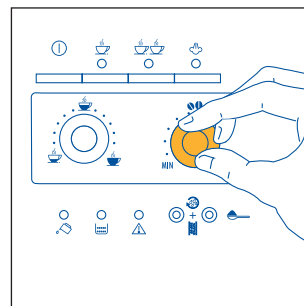
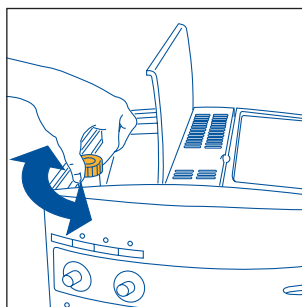

Fig.7
Fig. 17
- 2) Regolare la manopola di destra (fig.7) per impostare il gusto desiderato del caffè. Più si ruota in senso orario e maggiore sarà la quantità di caffè in grani che la macchina macinerà e quindi più forte sarà il gusto del caffè ottenuto. Al primo utilizzo è necessario procedere a tentativi e fare più di un caffè per individuare la corretta posizione della manopola. Fare attenzione a non ruotare troppo in senso orario altrimenti c'è il rischio di ottenere un'erogazione troppo lenta (a gocce), soprattutto quando si richiedono due tazze di caffè.
NOTA 1: Se il caffè fuoriesce a gocce oppure non esce del tutto, è necessario ruotare la manopola di regolazione macinatura (fig. 17) di uno scatto in senso orario (vedi par. 6). Procedere di uno scatto alla volta fino ad ottenere un'erogazione soddisfacente.
NOTA 2: Se il caffè fuoriesce troppo velocemente e la crema non è soddisfacente; ruotare un po' la manopola di destra (fig.7) in senso orario. Procedere a tentativi e fare più di un caffè per individuare la corretta posizione della manopola. Fare attenzione a non ruotare troppo in senso orario altrimenti c'è il rischio di ottenere un'erogazione troppo lenta (a gocce), soprattutto quando si richiedono due tazze di caffè. Se, dopo qualche caffè, non si ottiene una crema soddisfacente, ruotare anche la manopola di regolazione macinatura (fig.17) di uno scatto in senso antiorario (vedi par. 6).
Per risolvere questo inconveniente è necessario regolare il grado di macinatura del macinacaffè ruotando la manopola di regolazione macinatura (fig. 17) di uno scatto in senso antiorario (come descritto nel cap. 6).
Tuttavia se dopo aver fatto i primi caffè, l'erogazione dovesse risultare troppo veloce o troppo lenta (a gocce), è necessario effettuare una correzione con la manopola di regolazione del grado di macinatura (fig. 17). Ruotandola di uno scatto in senso orario (pari a una cifra) si ottiene invece un'erogazione del caffè più veloce (senza gocce).